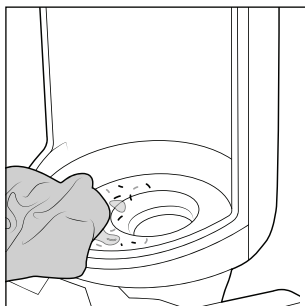

Fig. 26
- ◆ Se necessario pulire lo scomparto dell'apparecchio in cui si trova il contenitore dell'acqua sporca **2** con uno straccio o panno umido (vedere fig. 26).